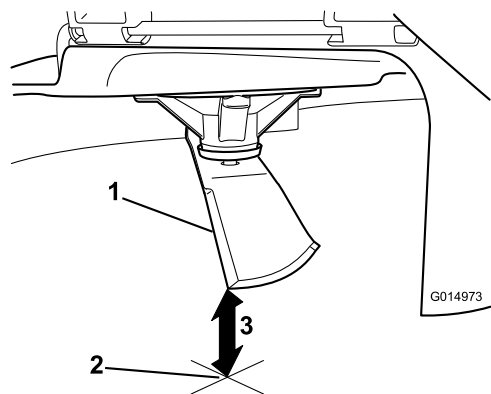

Bild 60
5. Messen Sie von der Messerspitze bis zu ebenen Fläche (**Bild 60**).